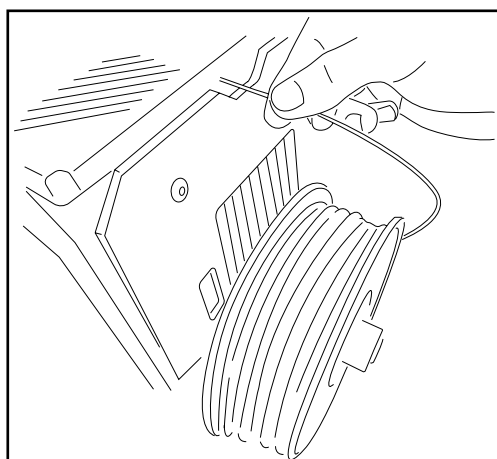

Fig. 3.18 Carga del filamento
- 2 La carga de filamento se realiza por la parte trasera de la máquina a través del racor pasamuros que va unido a la guía de Fibonacci (fig. 3.18). Es muy importante colocar correctamente la bobina de material con el filamento saliendo desde la derecha del carrete. Corta la punta del filamento en diagonal con unas tijeras para facilitar la entrada del hilo por el tubo.